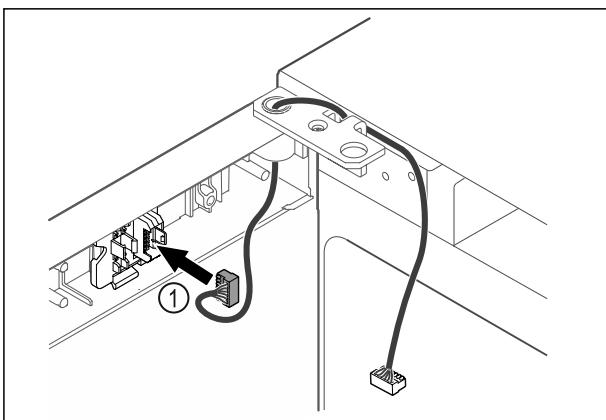

Fig. 47
- ▶ Τοποθετήστε το φίς Fig. 47 (1) στο στήριγμα του φίς.